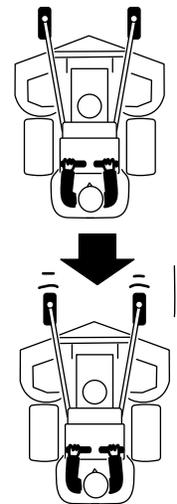

Figura 21
- Tirate lentamente indietro le leve di controllo del movimento (Figura 21).